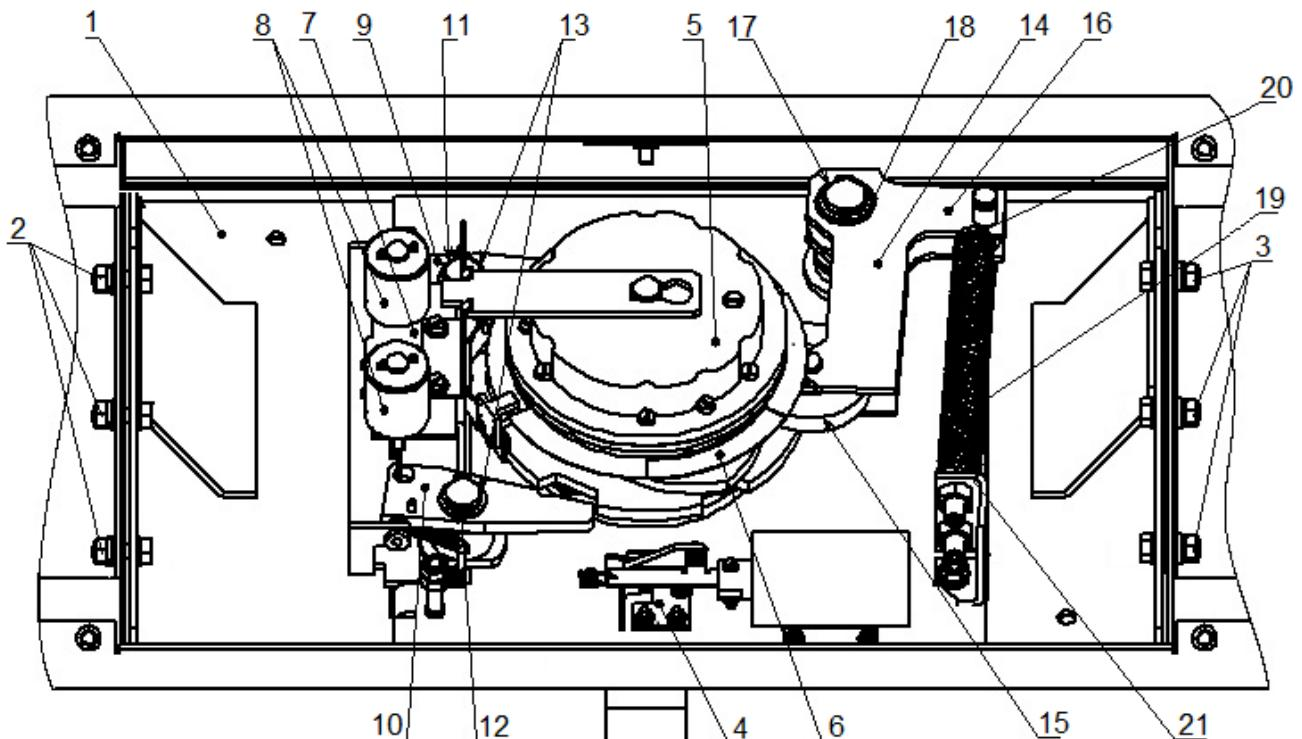

Рисунок 16. Узел вращения преграждающих планок турникета
6. Осмотрите узел вращения преграждающих планок турникета (см. рис. 16): устройство доворота (толкатель, пружины и ролик), оптические датчики поворота преграждающих планок и демпфирующее устройство.
7. Удалите чистой ветошью, смоченной спирто-бензиновой смесью, возможное загрязнение с поверхности кольца контрольного (6, рис. 16), находящегося в зазоре оптических датчиков поворота преграждающих планок.
- смазкой **Chain and Rope Lube Spray - WEICON** оси вращения рычага толкателя (17, рис. 16) ролика (15, рис. 16) и стопоров (11, 12, рис. 16);
- смазкой **Chain and Rope Lube Spray - WEICON** детали механизма аварийного открытия прохода (4, рис. 16);
- смазкой ШРУС-4 точки крепления пружинворота (20, 21, рис. 16),
12. Проверьте крепление преграждающих планок (5) в шарнирных узлах турникета и, при необходимости, подтяните крепежные винты.
15. Установите на место крышку (3) в порядке, обратном снятию и зафиксируйте ее винтом.